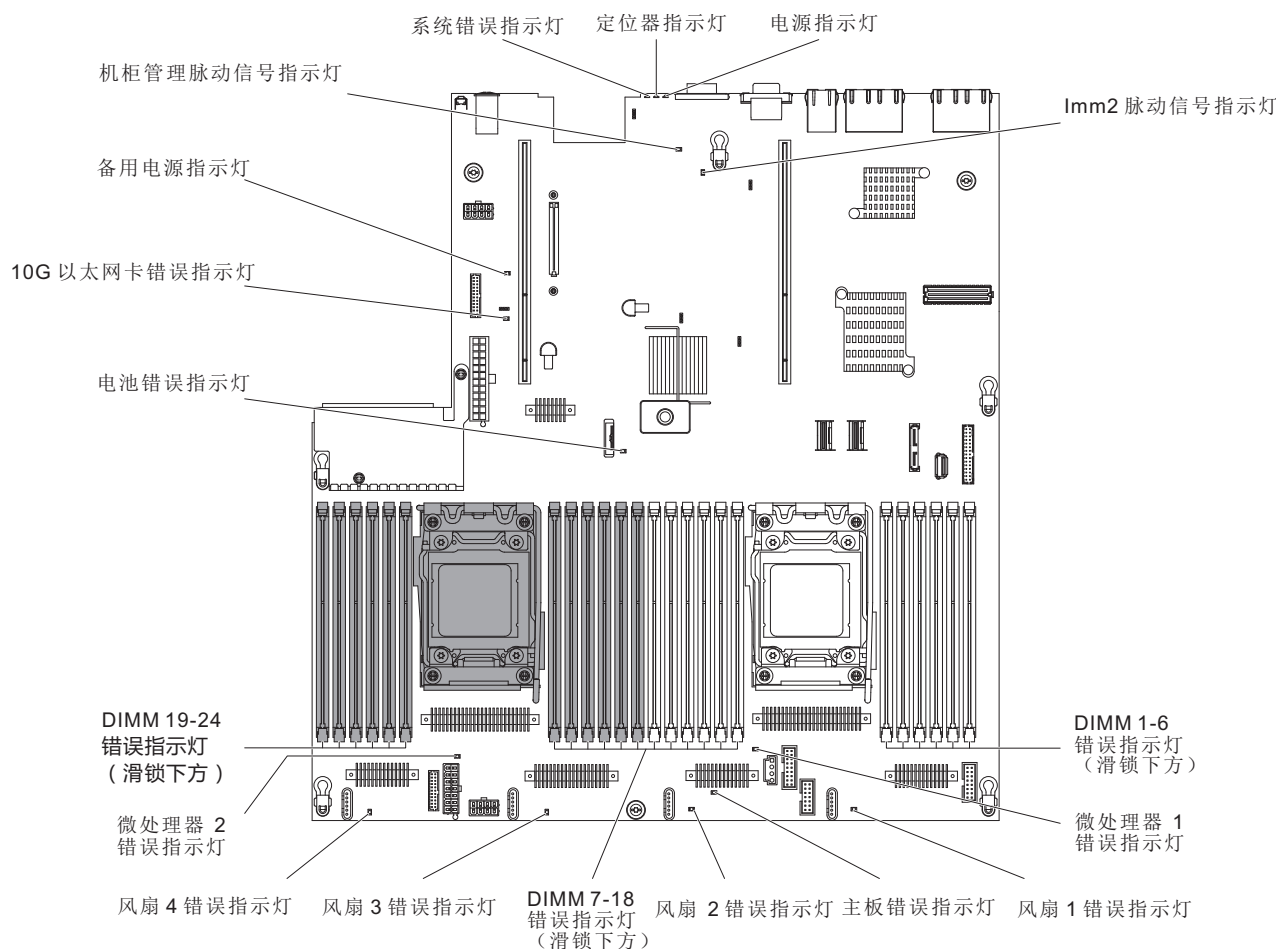

图 47. SAN Volume Controller 2145-DH8 主板指示灯。
**是** 请参阅第 271 页的表 79，并完成针对特定光通路诊断指示灯指定的操作。然后，转至步骤 第 275 页的 3。一些操作要求观察主板上指示灯的状态。第 271 页的图 47 显示了主板指示灯的位置。风扇指示灯位于每个风扇旁边。要查看这些指示灯，请完成以下操作：